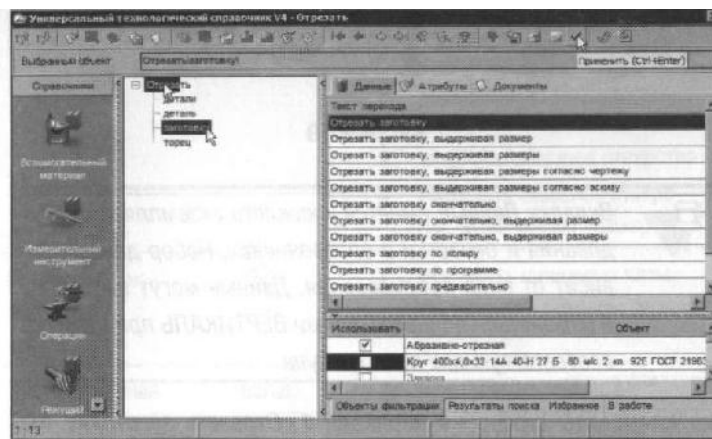

Рисунок 18
3. В окне справочника УТС выберите последовательно *Отрезать - заготовку*. Нажмите кнопку **Применить** (рис. 18).